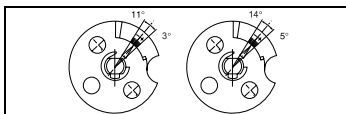

Fig. 2: Montage, réglage de l'angle de commutation
- Alésage de la goupille de sécurité : 3 Ø, profondeur 12 mm (Fig. 2).